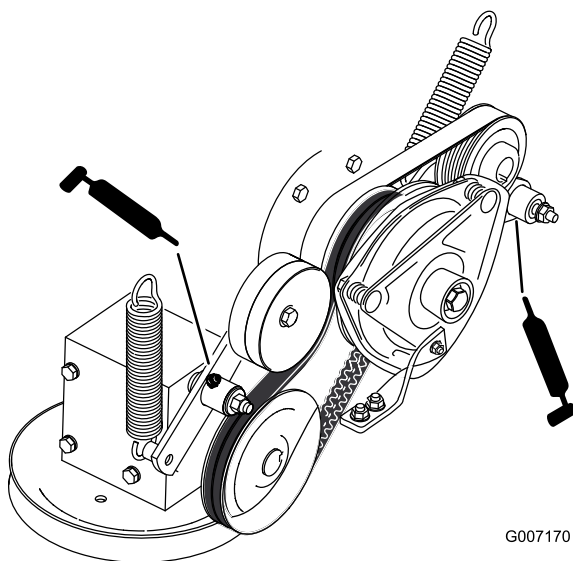

Figure 43
6. Graissez le bras de tension de la courroie d'entraînement de PDF (Figure 43).
7. Graissez le bras de tension de la courroie de pompe (Figure 43).